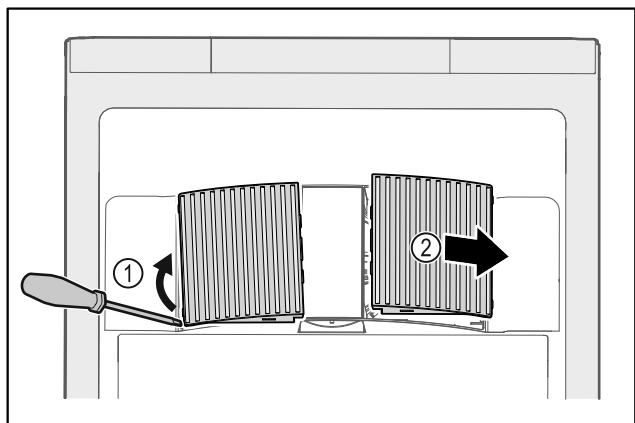

Fig. 234
- ▶ Estrarre con cautela i coperchi delle ventole dai lati Fig. 234 (1) e rimuoverli in avanti Fig. 234 (2).